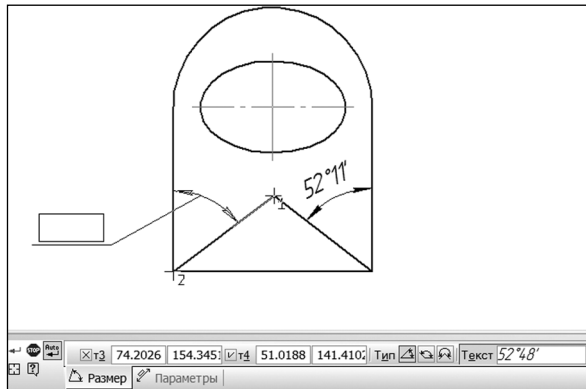

Рис. 11.25. Команда «Угловой размер»
- кнопка **Угловой размер**  предназначена для построения простого углового размера — угла между двумя не параллельными прямыми отрезками (рис. 11.25). Для этого необходимо последовательно выбрать 2 не параллельных прямых отрезка, между которыми необходимо поставить угловой размер, затем выбрать тип построения размера (острый угол, тупой угол или угол свыше 180 градусов — на панели параметров) и расположение размерного текста;